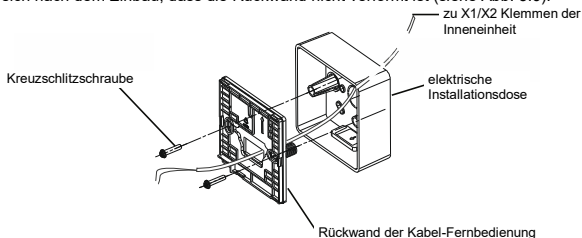

Abb. 3.6
- 4) Ziehen Sie das Kabelende des abgeschirmten Kabels, das durch das Elektroinstallationsrohr in der Wand durchgezogen wurde, durch das Loch für Kabel in der Rückwand durch. Befestigen Sie die Rückwand der Kabel-Fernbedienung an der elektrischen Installationsdose über die Distanzsäulen mit Philips-Kreuzschlitzschrauben (Zubehör 1). Vergewissern Sie sich nach dem Einbau, dass die Rückwand nicht verformt ist (siehe Abb. 3.6).